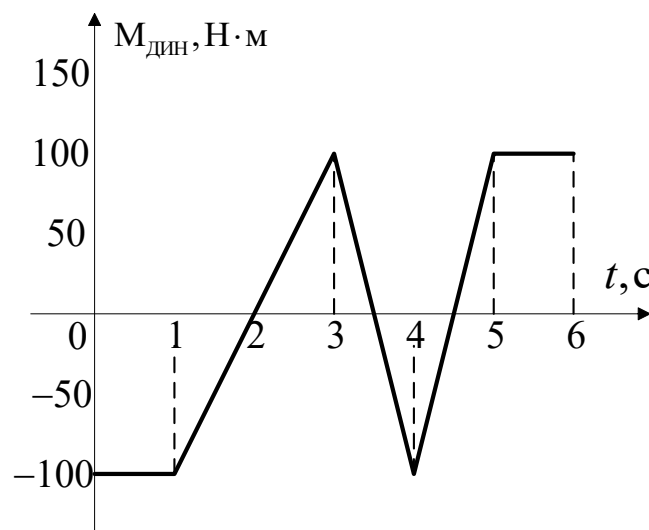

Рис. 1.3. Зависимость динамического момента ЭП от времени
7. Постройте график скорости  $\omega(t)$  и угла поворота  $\varphi(t)$  жесткого приведенного механического звена с моментом инерции  $J_{\Sigma} = 1 \text{ кг}\cdot\text{м}^2$ . График зависимости динамического момента ЭП от времени представлен на рис. 1.3.